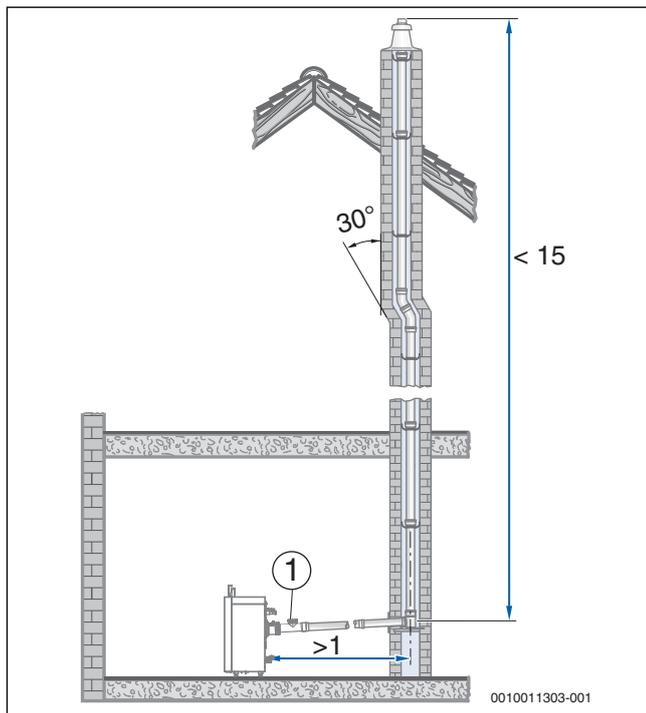
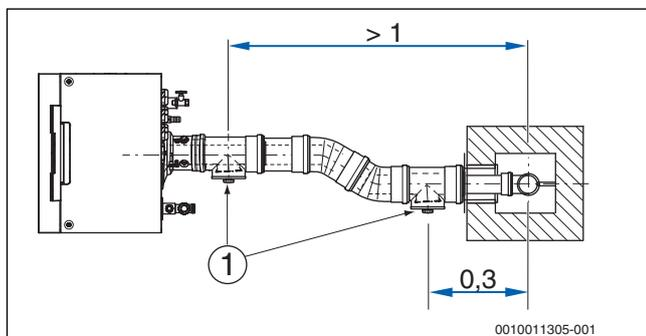

Fig. 7 Esempio: disposizione delle aperture di ispezione senza curve nel locale di posa (misure in m)
Fig. 8 Esempio: collocazione delle aperture d'ispezione con deviazione nel locale di posa (misure in m)
- sul lato anteriore, in un tratto rettilineo orizzontale della tubazione di scarico, entro 1 m dall'innesto con il tratto verticale, tale per cui non vi siano ulteriori deviazioni comprese tra l'apertura di ispezione e l'innesto con il tratto verticale, (→ fig. 7, pagina 10) **oppure**
- lateralmente nella sezione orizzontale, ad una distanza massima di 30 cm dalla deviazione, nella sezione perpendicolare (→ fig. 8, pag. 10).
- l'apertura d'ispezione inferiore è stata eseguita secondo DIN 18160-1 e 18160-5 (per la Germania e IT UNI 7129/08:2-3 e UNI11071/03) (→ fig. 7 e fig. 8).